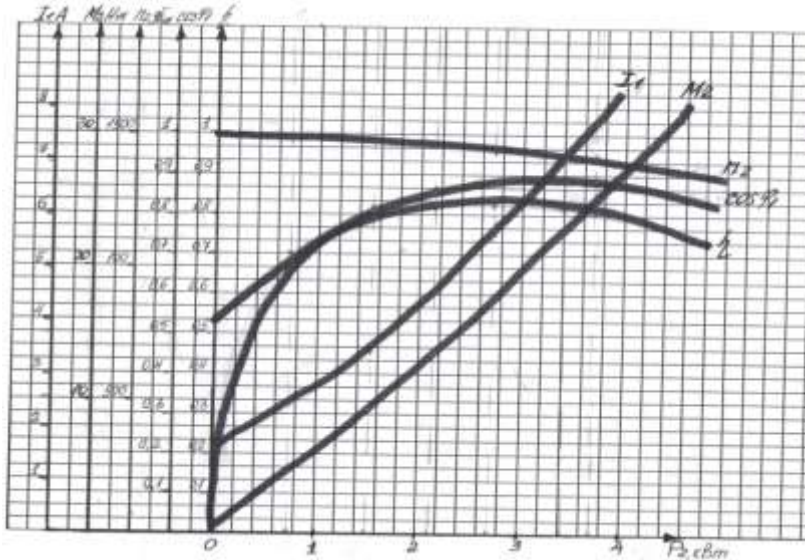

Рисунок 27. Рабочие характеристики АД.
9) По полученным данным строим рабочие характеристики двигателя (рис.27)